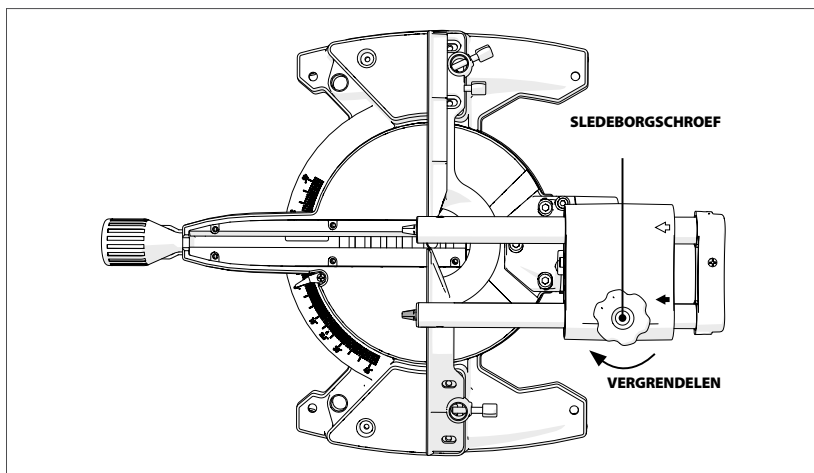

Fig. 7
- Vergrendel ze op hun plaats met behulp van de sledeborgschroef. (**Fig. 7**)